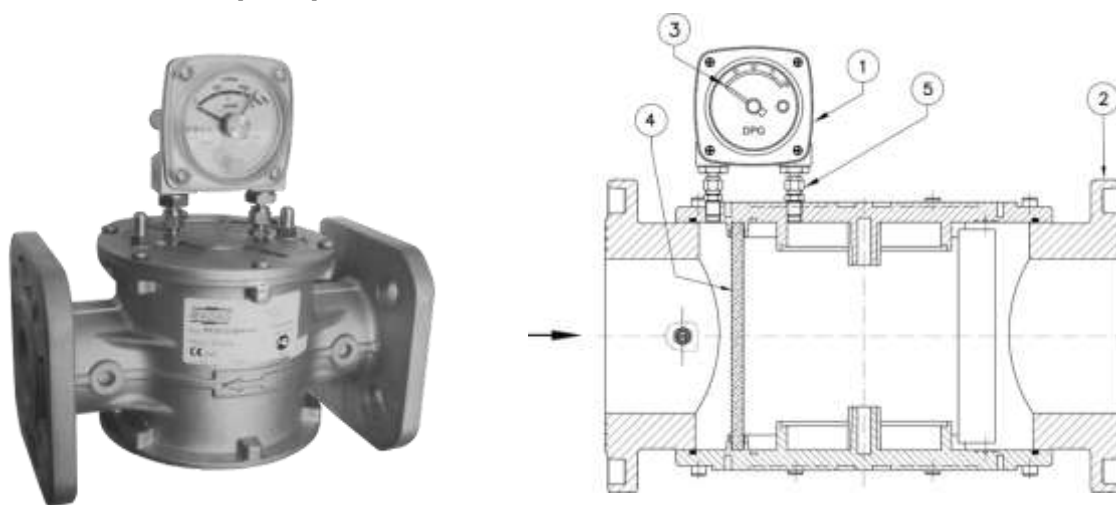

Рис. 6
Фильтр с индикатором перепада давления (рис. 6) состоит из: индикатор перепада давления DP/G 1,5 (1); корпус фильтра (2); шкала индикатора перепада давления DP/G 1,5 (3); фильтрующий элемент (4); винты крепления индикатора перепада давления (5).